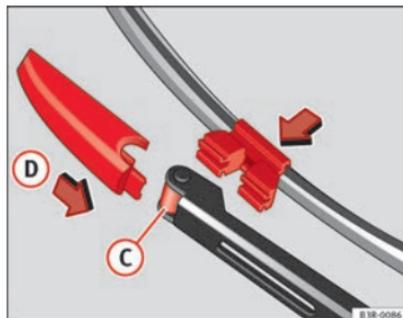

Fig. 171 Colocar a escova
- Coloque a nova escova no alojamento do braço do limpa pára-brisas ⇒ Fig. 171 **C**.